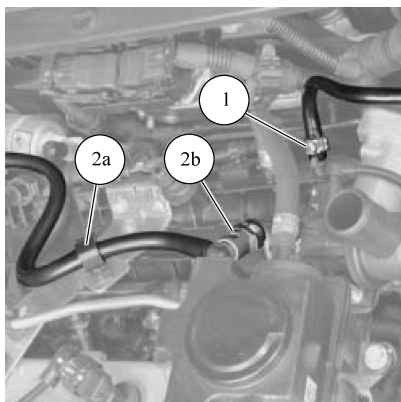

图 4-11 断开真空管和回油管
- 25) 松开夹箍并从进气室断开制动器伺服机构真空管 1，如图 4-11 所示。